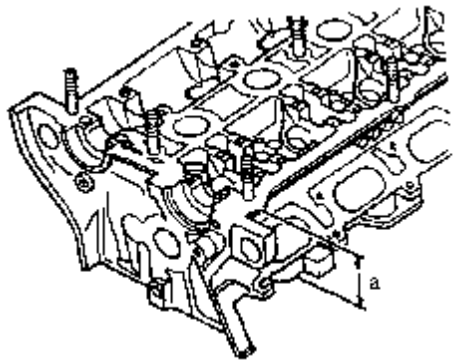

图 4-66 检查气缸盖的修整极限
(2) 如图 4-66 所示,检查气缸盖的修整极限,缸盖修整(刮削)尺寸不得超过图示最小尺寸 a,最小尺寸 a=139.25mm。